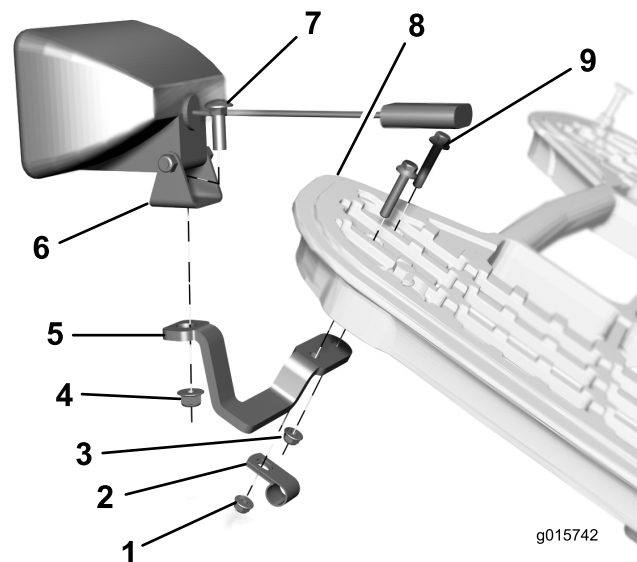

Figura 5
1. Monte o suporte articulado do lado direito no lado direito frontal da estrutura da máquina como se mostra em Figura 5. Encaminhe a cablagem através do grampo em R e, em seguida, prenda o suporte à parte inferior da estrutura utilizando dois parafusos flangeados (1/4 pol.), um grampo em R e duas porcas flangeadas (1/4 pol.).
2. Instale uma lâmpada no suporte do lado direito como se mostra em Figura 5. Prenda a lâmpada ao suporte utilizando um parafuso de carroçaria e uma porca flangeada (5/16 pol.).